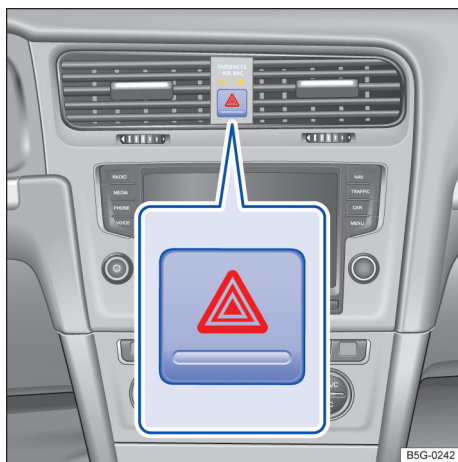

Fig. 56 Na parte superior do console central: interruptor das luzes de advertência.
2. Ligar as luzes de advertência com o botão ▲ → Fig. 56.